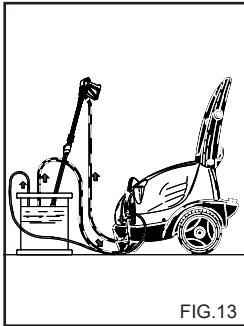

FIG.13
**OPERACIONES PARA EL USO DEL ANTIHIELO (Fig. 13)**